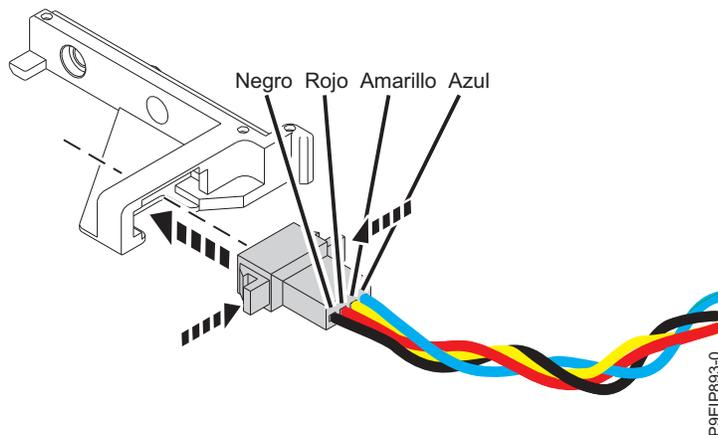

Figura 37. Conexión del cable del ventilador en la pieza de sujeción del ventilador
- Fíjese en la orientación del cable del ventilador en la pieza de sujeción del ventilador, tal como se muestra en la Figura 37. Los colores de los cables desde la parte frontal hacia la parte posterior son: negro, rojo, amarillo y por último azul. Conecte el cable del ventilador en la pieza de sujeción pellizcando las pestañas y empujando luego el cable del ventilador en la pieza de sujeción.